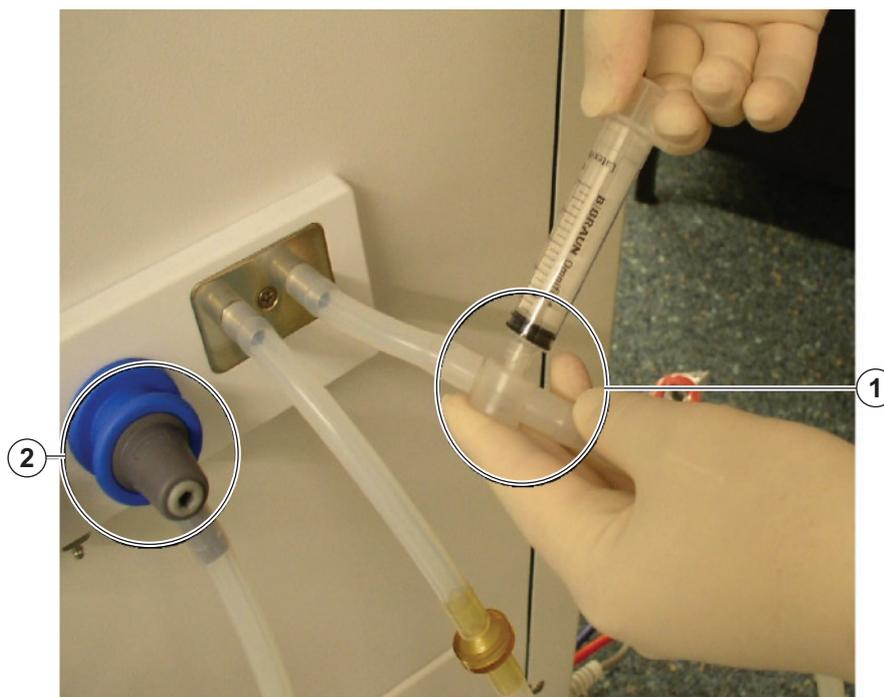

Fig. 11-32 Port di prelievo
2. Prelevare lentamente un campione dal port di prelievo sulla linea LD del liquido di dialisi, usando una siringa piccola, per es. una siringa da 2 ml (Fig. 11-32).